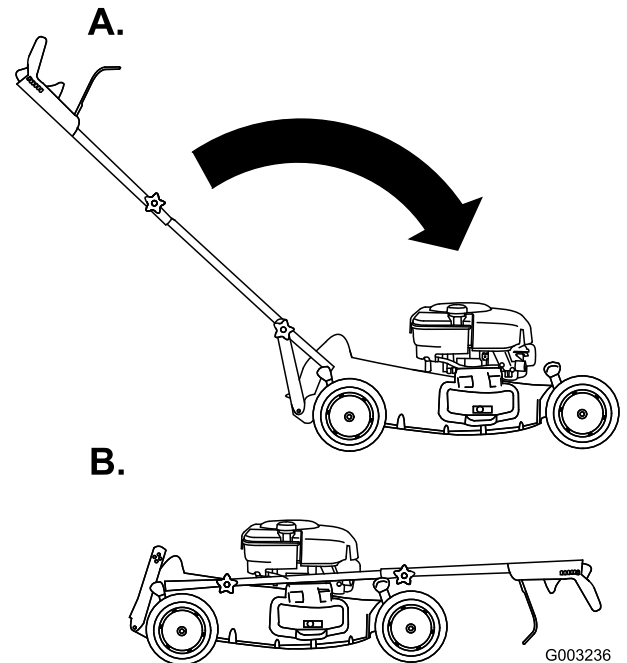

Figura 43
2. Doble el manillar hacia adelante (Figura 43).